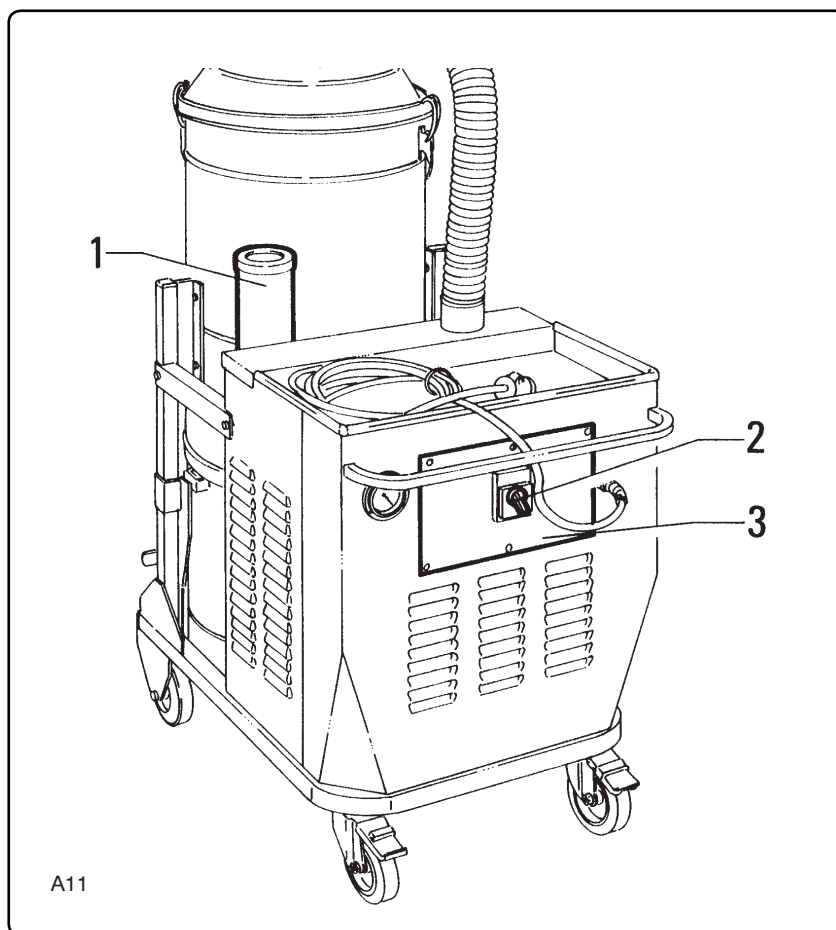

Fig. 3.6.1
3.6 - Verifica corretto allacciamento elettrico (fig. 3.6.1)
3.6 - Checking that the electrical connections are correct (fig. 3.6.1)
3.6 - Control de la correcta conexión eléctrica (fig. 3.6.1)
3.6 - Controle van de elektrische aansluitingen (afb. 3.6.1)